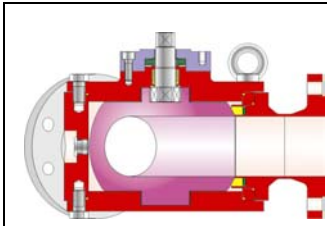
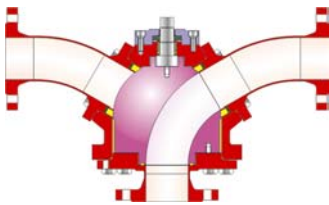
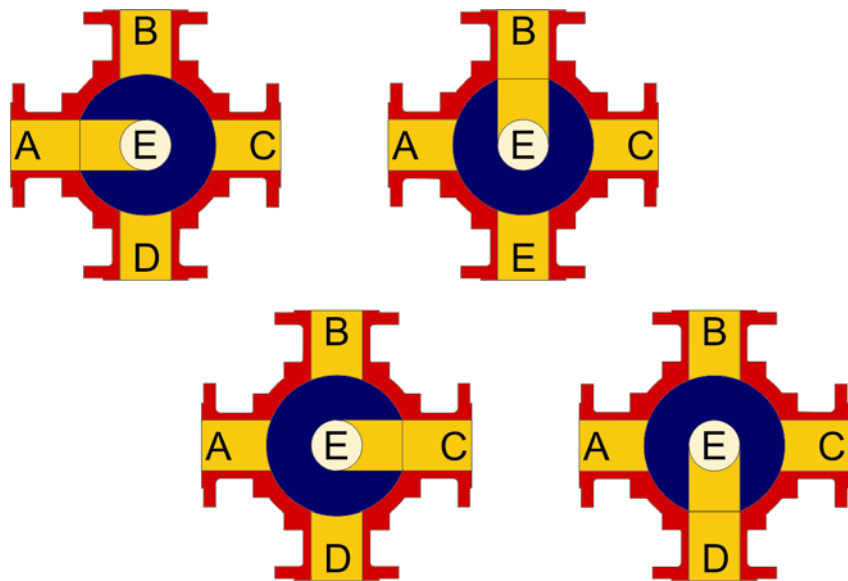

Bild 1
Bild 3
Bild 4
Hinweis	Molchweichen werden – je nach Funktion – mit der passenden Kugel geliefert: Das Schemata für die 3-Wege Molchweiche BR29a (siehe Bild 1) sind in Bild 2 angegeben. Das Schemata für die 5/4-Wege Molchweiche BR29b (siehe Bild 3) sind in Bild 4 angegeben.
- ⇒ Die gelieferte 5/4-Wege Molchweiche BR29b muss für den Rohrabschnitt funktionsgerecht sein: Die mit A, B, C, D und E gekennzeichneten Enden der Molchweiche müssen nach Bild 4 gemäß den vorgesehenen Schaltpositionen im Rohrsystem angeschlossen werden. Vor dem Einbau Funktion der Armatur überprüfen